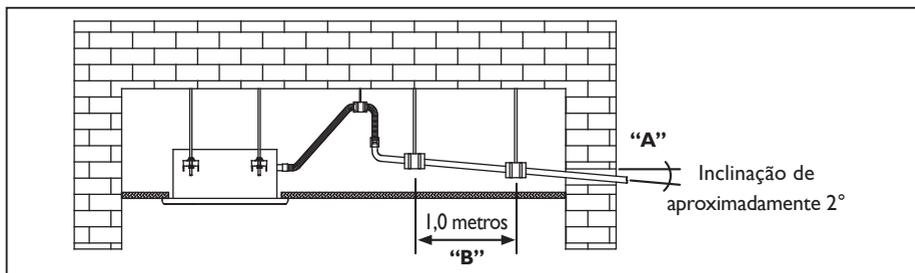

FIG. 27
- Para evitar que a água de condensado escorra para trás, retornando à unidade, o tubo de drenagem deverá ter uma inclinação (um pequeno declive) para baixo em direção ao lado de saída, considere aproximadamente 2° para esta inclinação ("A" - Fig. 27). Evite qualquer saliência (tal como um degrau) ou depósito de água na tubulação.
- Não estique (arraste) demasiadamente o tubo de drenagem ao conectá-lo, para impedir que o corpo venha a puxá-lo. Entretanto, um ponto de suporte deve ser definido a cada 1,0 metro, para evitar que o tubo de drenagem perca eficiência ("B" - Fig. 27). Opcionalmente você pode amarrar o tubo de drenagem com o tubo de ligação para fixá-lo.